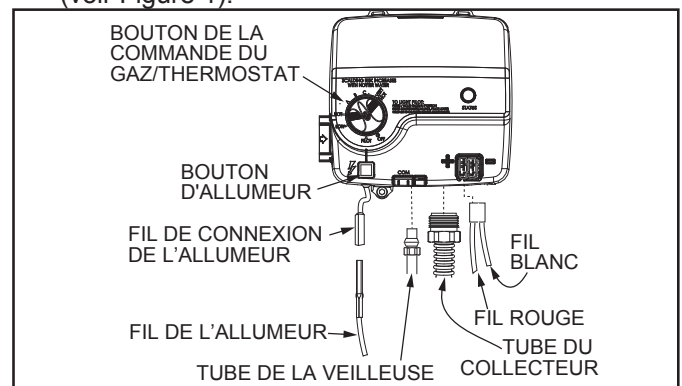

Figure 32
1. Faites tourner le bouton de réglage de la commande du gaz/température jusqu'à la position d'arrêt "OFF" (voir Figure 30 et Figure 32).
4. Débranchez le fil de l'allumeur du bout de fil du bouton de l'allumeur. Utilisez une pince à bec effilé pour débrancher le connecteur de la thermopile. Dévissez le tube de la veilleuse (clé 7/16 po) et le tube flexible du collecteur (clé 3/4 po), de leur raccord respectif de la commande du gaz/thermostat (voir Figure 32).
4. Déconnectez les éléments suivants de la commande du gaz/thermostat: tube de la veilleuse (clé 7/16 po), fil de l'allumeur, tube du collecteur (clé 3/4 po) (voir Figure 32).
5. Utilisez une pince à bec effilé pour débrancher le connecteur de la thermopile de la commande du gaz/thermostat (voir Figure 32).
6. Revissez le tube de la veilleuse (clé 7/16 po) et le tube du collecteur (clé 3/4 po) à leur raccord respectif de la commande du gaz/thermostat (voir Figure 32). Prenez garde de ne pas fausser le filetage et n'ajoutez aucun composé d'étanchéité sur ces raccords.
7. Branchez le connecteur de la thermopile à la commande du gaz thermostat (voir Figure 32).
8. Rebranchez le fil de l'allumeur (voir Figure 32).